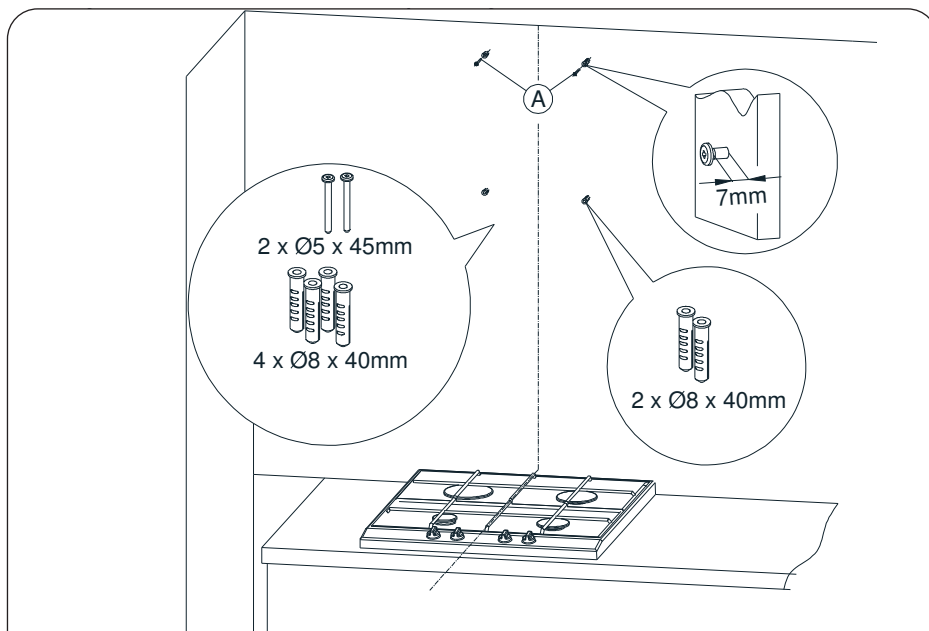

Abb. 6 Montage der Dübel
2. Setzen Sie die Dübel in die gebohrten Löcher ein. Schieben Sie auch in die beiden mit A gekennzeichneten Löcher Schrauben, wobei die Schraube 7 mm über den Dübel hinausragen sollte (Abb. 6).